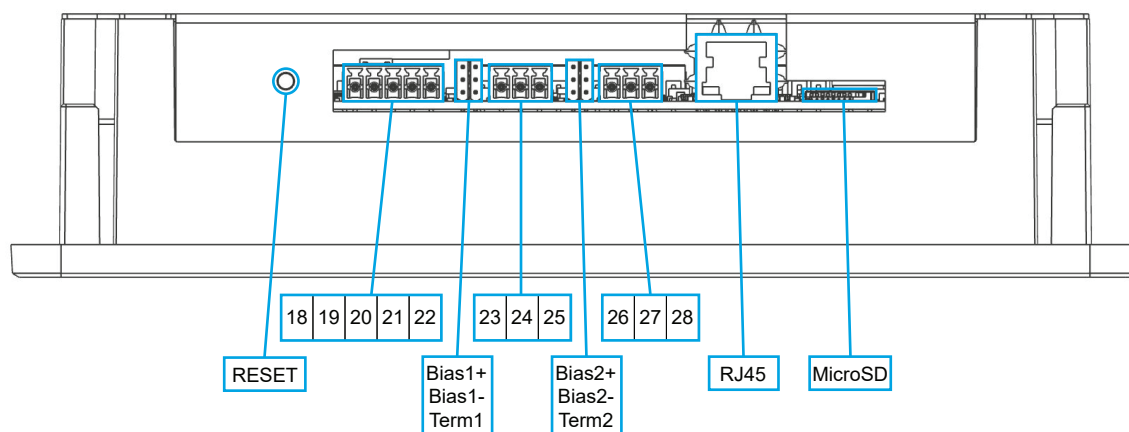

Рис. 5
Контроллер BlueLinQ Pro оснащен портом RS232 для связи с модемом и использует протокол Modbus RTU, см. рис. 5 и таблицу 2. Pin22 (RTS) – запрос на отправку, Pin21 (CTS) – разрешение отправки, Pin20 (TX) – передача, Pin19 (RX) – прием, а Pin18 (V-) – опорное заземление. Для подсоединения используйте одножильный провод подходящего сечения1. При эксплуатации оборудования в среде с электрическими помехами рекомендуется использовать экранированный кабель. Порт поддерживает стандартную скорость передачи данных от 300 до 230400 бод и может использовать проверку четности.
Контроллер BlueLinQ Pro оснащен двумя изолированными портами RS485 и использует протокол Modbus RTU, см. рис. 5 и таблицу 2. Pin23 и Pin24 – дифференциальные линии связи, а Pin25 используется для экранирования RS485\_1. Pin26 и Pin27 – дифференциальные линии связи, а Pin28 используется для экранирования RS485\_2. Используйте двухжильную экранированную витую пару подходящего сечения1.
По умолчанию установлены две терминальные перемычки: Term2 для RS485\_1 и Term3 для RS485\_2. Если на любом конце коммуникационной сети находится устройство, то перемычка должна быть установлена, в противном случае ее необходимо снять, см. рис. 5.
Контроллер BlueLinQ Pro поддерживает Ethernet-соединение по стандартному порту RJ45, см. рис. 5 и таблицу 2 ниже. Пользователь может выбирать в настройках статический или динамический IP-адрес. По умолчанию порт Modbus TCP: 502.
В BlueLinQ Pro USB имеется слот для карт памяти MicroSD с автовыталкиванием, см. рис. 5 и таблицу 2 ниже. В основном он используется для скачивания информации о конфигурации, обновления прошивки и данных.
Доступ к кнопке сброса BlueLinQ Pro осуществляется через небольшое отверстие, см. рис. 5 ниже. Чтобы нажать на кнопку, вставьте в отверстие выпрямленную скрепку или что-то подобное и удерживайте нажатой в течение 10 секунд. При этом будут восстановлены заводские настройки устройства.